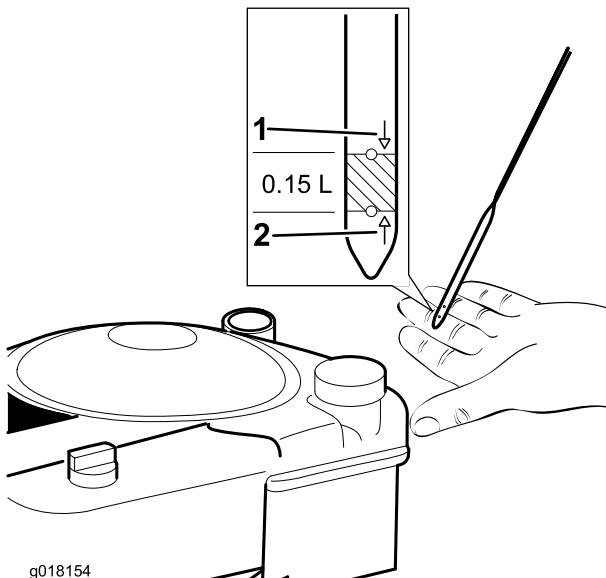

Figura 10
3. Si el nivel de aceite es bajo, vierta aceite **lentamente** en el tubo de llenado de aceite, espere 3 minutos, y compruebe el nivel de aceite en la varilla limpiándola e insertándola a fondo en el tubo (Figura 10).
4. Llene el motor con aceite hasta que la varilla indique que el nivel del aceite del motor es correcto, según se muestra en Figura 10. Si usted llena demasiado el motor, vacíe el exceso de aceite según se indica en Cómo cambiar el aceite del motor \(página 13\).